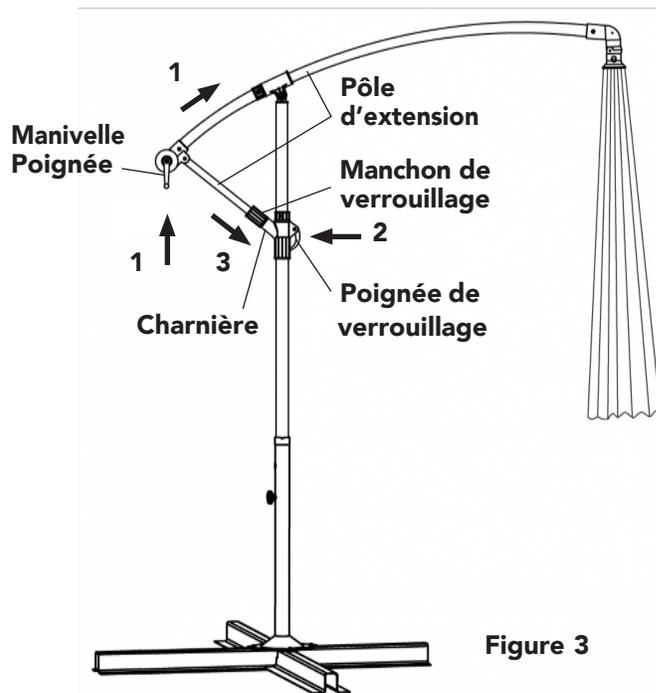

Figure 3
**ÉTAPE 1:** Déverrouiller le poteau d'extension (soulever) la poignée de verrouillage à l'extrémité de la rallonge. Poussez la perche d'extension vers le haut (1), avec le parapluie s'éloignant de la base, jusqu'à ce qu'elle s'arrête, comme indiqué sur la figure 3.